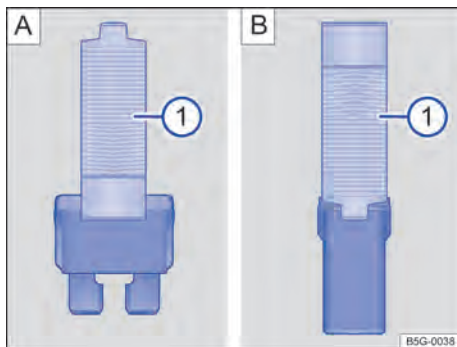

Fig. 179 Retirar ou colocar o fusível com a pinça de plástico: **A**: fusível plano, **B**: fusível de bloqueio.
- Se necessário, retirar a pinça de plástico → Fig. 179  da cobertura da caixa de fusíveis.
- De acordo com a versão do fusível, colocar as garras adequadas do alicate plástico → Fig. 179   ou → Fig. 179   lateralmente no fusível.